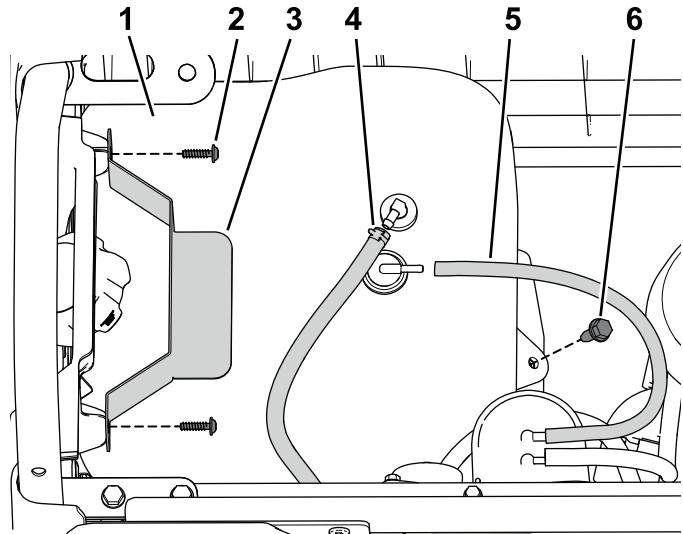

Figura 8
1. Desligue a tubagem de ventilação e a linha de combustível do depósito de combustível (Figura 8).
- 2. Retire os 2 parafusos que prendem a fixação ao painel do lado esquerdo e retire a fixação (Figura 8).
- 3. Remova o parafuso flangeado que fixa o depósito de combustível ao tabuleiro do depósito e retire o depósito de combustível (Figura 8).